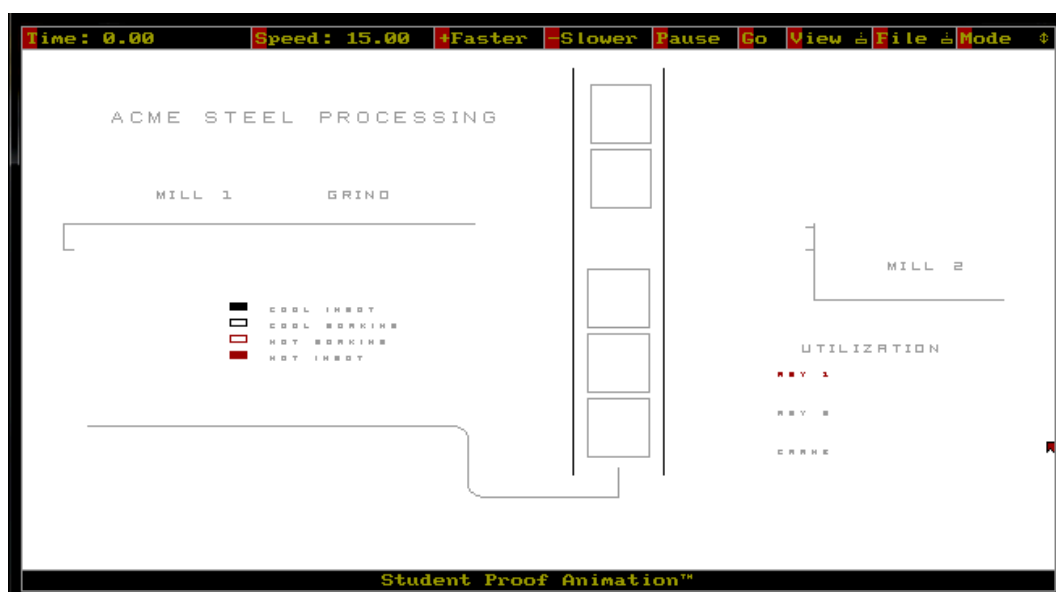

Рисунок 3. Вид модели STEEL в начальный момент времени
2. Выведите на экран анимационную модель обработки стальных заготовок путем входа с помощью мыши в пункт «File» верхнего горизонтального меню, подпункт «Open Layout & Trace». В появившемся в центре экрана вертикальном меню выберите пункт STEEL путем нажатия на нем левой клавиши мыши, на экране появится окно, представленное на рис. 3.